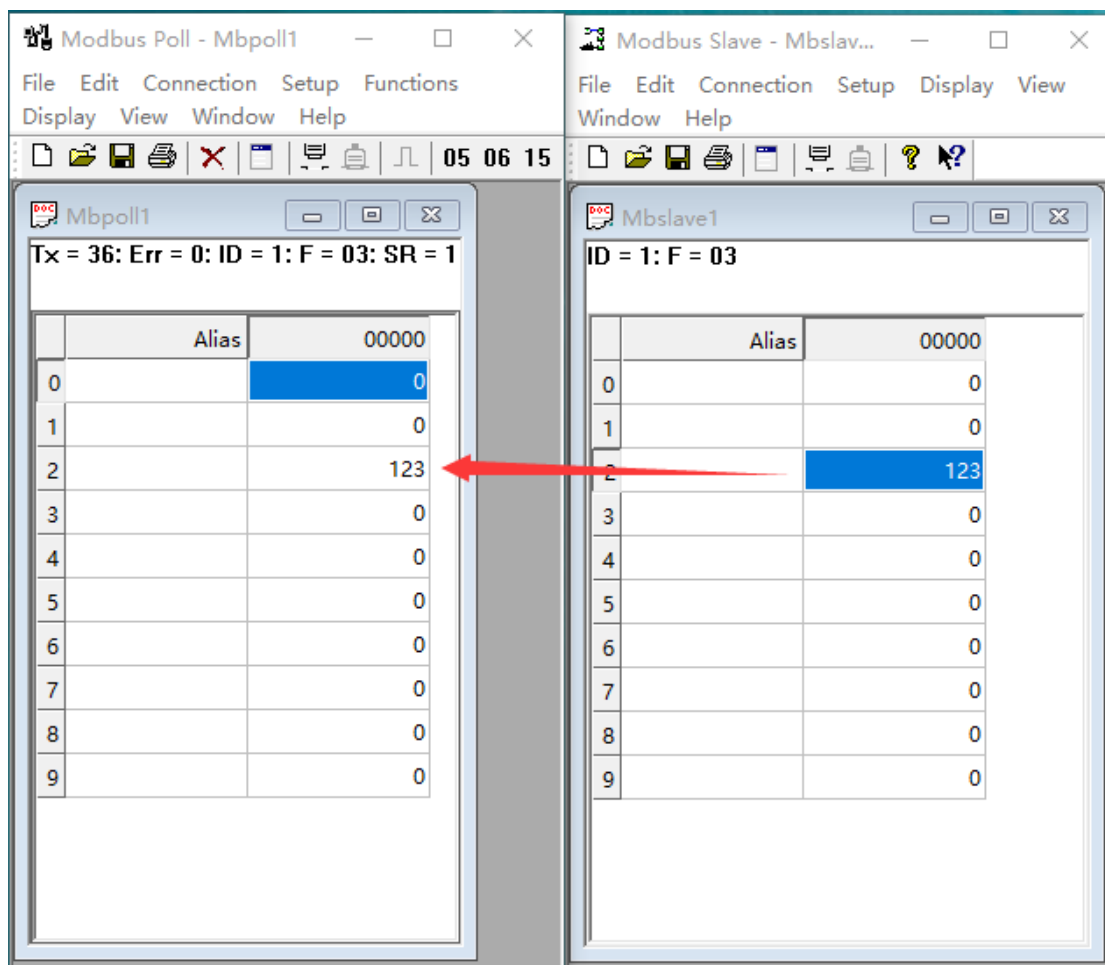

图 6-27 MODBUS 通信测试
(7) 分别点击“Connection”实现连接，如图 6-27 所示。